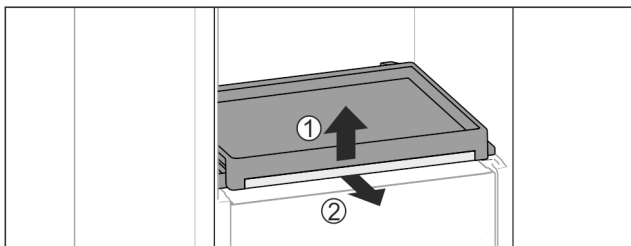

Fig. 95
- ▶ Ta ut uttreksbordet med glassplaten: Løft glassplaten lett foran Fig. 95 (1) og trekk frem og ut Fig. 95 (2).